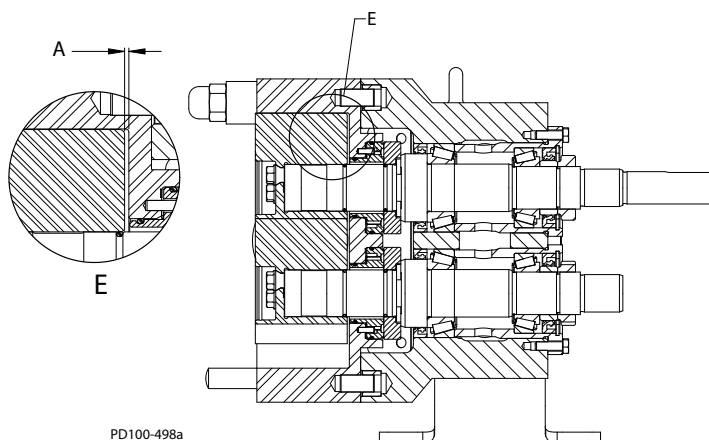

Figura 57: Holgura entre el rotor y el cuerpo de la bomba
1. Mida la holgura entre el rotor y el cuerpo de la bomba, como se muestra en el detalle E, elemento A de la Figura 57. Tome nota del valor.